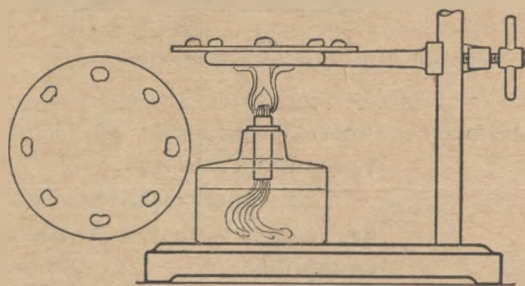

Рис. 76. Плавление металлов на жестяном кружке.
**Задача 6.** Разложите кусочки разных имеющихся в школе металлов правильным кругом на жестяном кружке и нагревайте его в центре пламенем лампочки (рис. 76). Наблюдайте, в какой последовательности металлы будут плавиться (80).